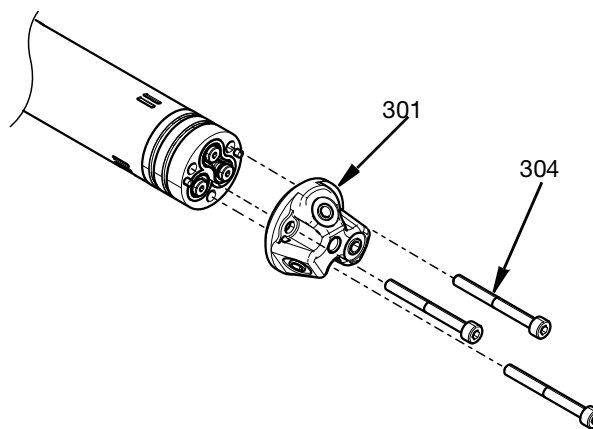

FIG. 30
10. Připevněte hlavu trysky (301) k adaptéru pomocí šroubů M4 (304) přišroubovaných ke střednímu tělesu. Dotáhněte na moment 29,2 in-lbs (3,3 N•m). Viz FIG. 30.